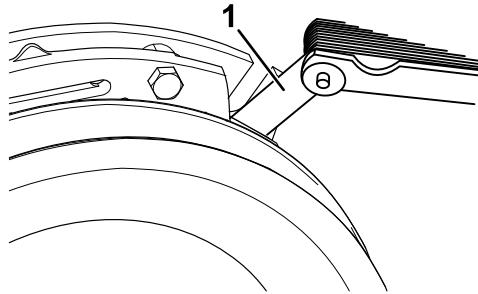
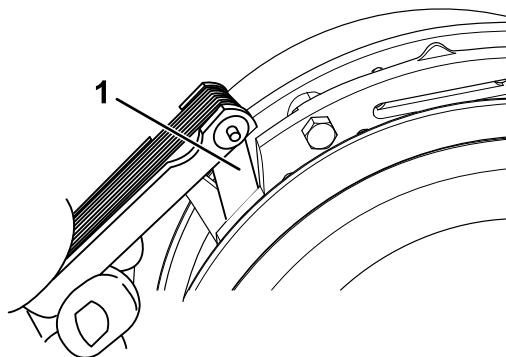

Figure 66
Figure 67
E. À l'aide d'une jauge d'épaisseur de 0,025 cm (0,010 po), vérifiez qu'il existe un entrefer entre le rotor et la face de l'induit, de chaque côté du pôle de frein, comme montré à la Figure 66 et la Figure 67.